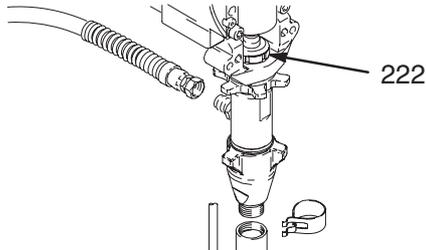

Abb. 11
1. Pumpe spülen. Druck entlasten. Abb. 11. Pumpe so anhalten, daß die Kolbenstange (222) an der tiefsten Stelle stehenbleibt.
2. Abb. 11. Saugrohr und Schlauch abnehmen.